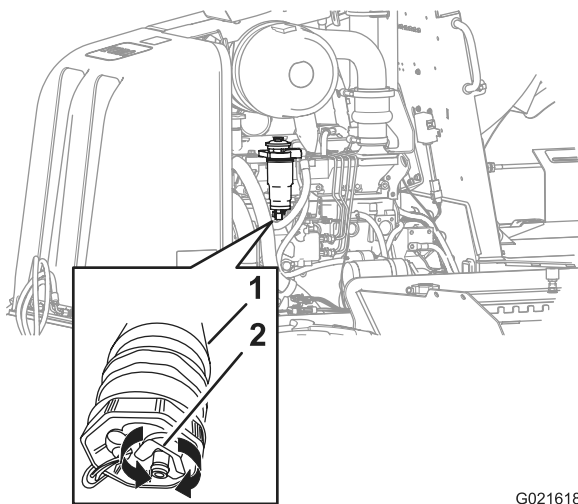

Bild 52
2. Stellen Sie eine Auffangwanne unter den sekundären Kraftstofffilter (Bild 52).
3. Drehen Sie das Abflussventil unten am sekundären Kraftstofffilter zwei oder drei Umdrehungen nach links und lassen Sie Wasser und Ablagerungen vom Kraftstoff-Wasserabscheider des Kraftstofffilters ablaufen (Bild 52).
4. Wenn sauberer Kraftstoff austritt, drehen Sie das Abflussventil nach rechts, bis es geschlossen ist (Bild 52).